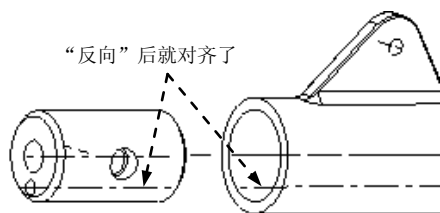

图 12.5.2 使偏轴线对齐
⑤ 如果元件 `body` 上的 `offset_axis` 偏轴线与活塞上的偏孔轴线不对齐，单击操控板中的 按钮使其对齐（图 12.5.2）。